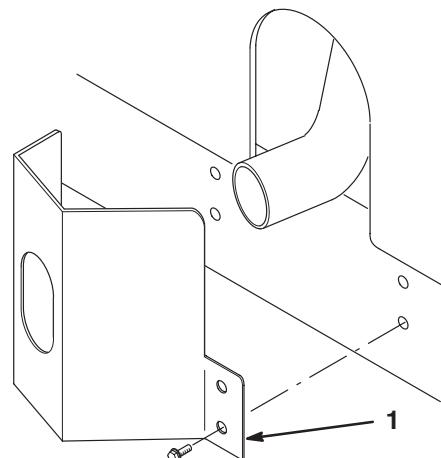

**Bild 3**
- Haken Sie den Motorhaubenriegel aus der Motorhaubenriegelhalterung aus (Bild 3).
- Schieben Sie den Motorhaubenbefestigungshalterung auf den Riegel (Bild 3).
- Haken Sie den Riegel auf den Motorhaubenriegelhalterung (Bild 3).
- Stecken Sie eine Schraube (1/4 x 1-1/2 Zoll) durch den Motorhaubenbefestigungshalterung und befestigen Sie sie mit einer flachen Scheibe und Sicherungsmutter (Bild 3).